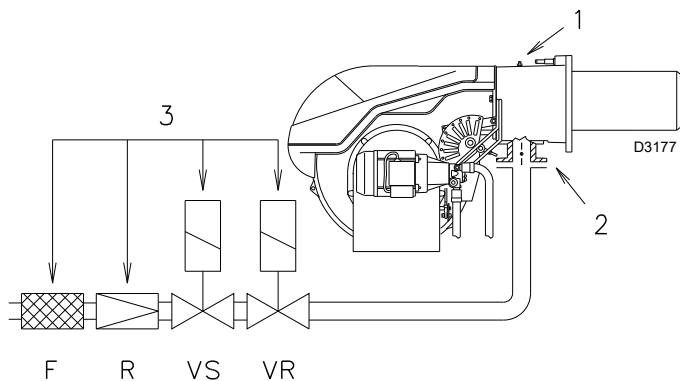

Fig. 23
Pressione del gas misurata alla presa 1)(Fig. 23), con:
- sottrarre dalla pressione del gas alla presa 1)(Fig. 23) la pressione in camera di combustione;
$$\begin{aligned} \text{Pressione del gas alla presa 1)(Fig. 23)} &= 21,9 \text{ mbar} \\ \text{Pressione in camera di combustione} &= 3 \text{ mbar} \\ 21,9 - 3 &= 18,9 \text{ mbar} \end{aligned}$$
Per conoscere invece la pressione del gas necessaria alla presa 1)(Fig. 23), fissata la potenza massima alla quale si desidera funzionare il bruciatore:
Leggere sulla destra, la pressione alla presa 1)(Fig. 23).
pressione necessaria alla presa 1)(Fig. 23).